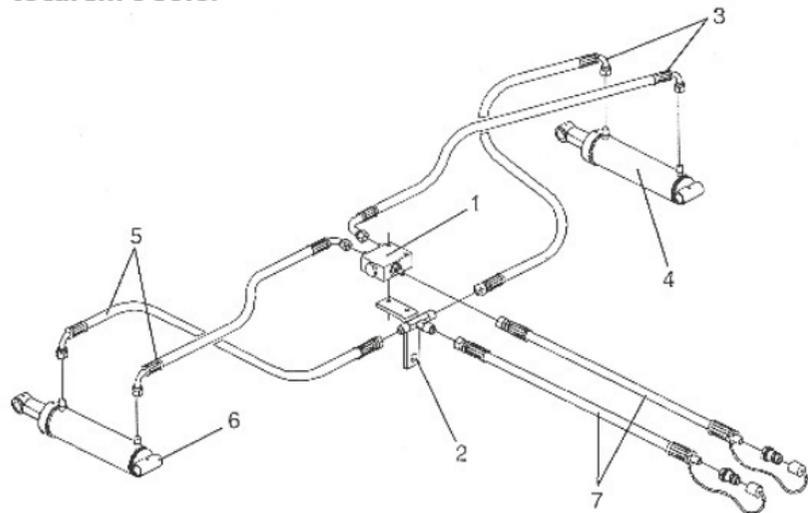

Figura 8
- 10- Fixe a válvula (1) no suporte (2), proceda a ligação das mangueiras (3) entre a válvula e o pistão esquerdo (4), as mangueiras (5) no pistão direito (6) e as mangueiras (7) para o controle remoto. **Observe o esquema de ligação abaixo (figura 8). Não inverta as ligações das mangueiras. Não deixe as extremidades das mangueiras tocarem o solo.**